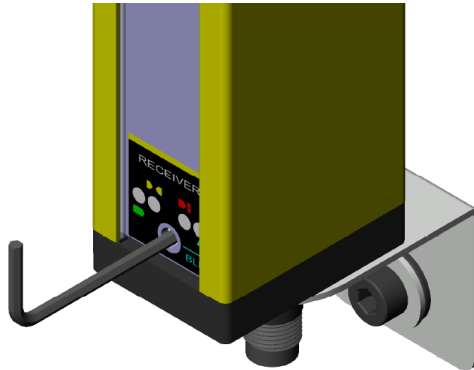

Figura 7
3. Pressionar o botão de programação através de ferramenta (figura 7).